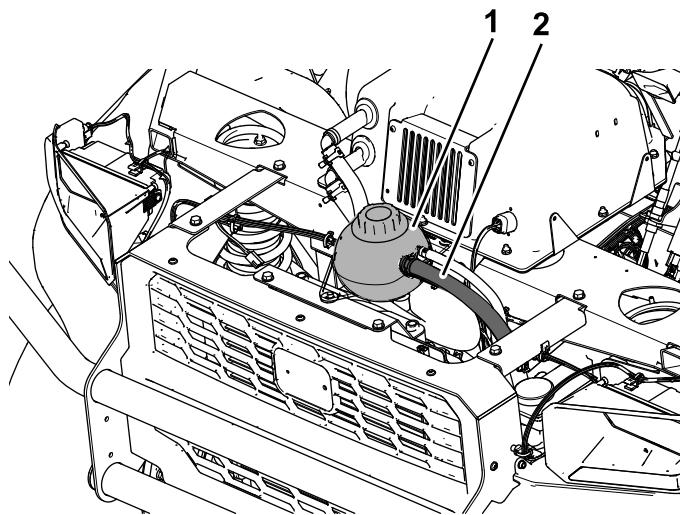

Bild 20
1. Trennen Sie den vorhandenen Kühlmittelschlauch von der Seite des Kühlmitteltanks (Bild 20) und kürzen Sie den Schlauch um 23 cm.